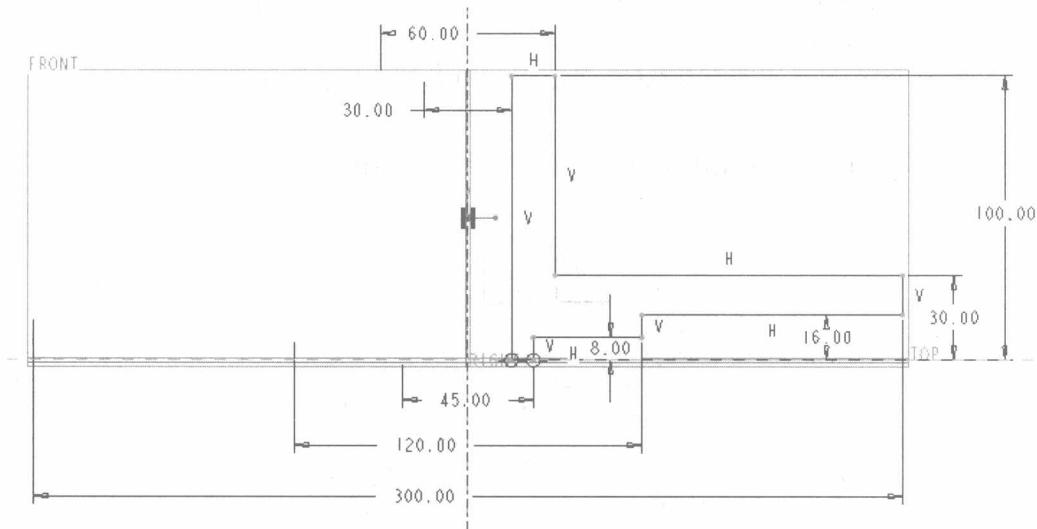

图 1-6 草绘
(3) 单击“位置”上滑面板中的“定义”按钮，弹出“草绘”对话框。
(4) 选择 FRONT 基准平面定义草绘平面，默认以 RIGHT 基准平面作为“右”方向参照，单击“草绘”按钮，进入草绘模式。
(5) 绘制如图 1-6 所示的剖面，注意在剖面中添加将用来作为旋转轴的中心线。单击✓(继续当前部分)按钮，完成草绘并退出草绘模式。